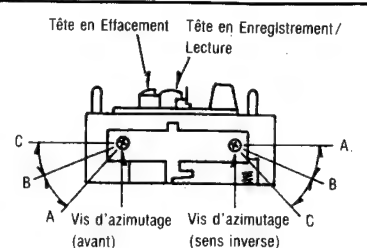

Fig. 3
2. Dans le mode de lecture avant, reproduire le signal de 8kHz de la bande étalon (QZZCFM). Régler la vis d'azimutage (Avant) indiquée dans la Fig. 3 pour obtenir les niveaux de sortie maximum pour les canaux gauche et droit.
3. Tourner la vis d'azimutage (Avant) indiquée dans la Fig. 3 pour obtenir les angles A et C (points où les niveaux de sortie de crête pour les canaux gauche et droit sont obtenus respectivement). Localiser ensuite l'angle B entre les angles A et C, autrement dit, en un point où les niveaux de sortie des canaux gauche et droit atteignent tous les deux leur maximum. (Voir les Fig. 3 et 4.)
6. Dans le mode de lecture avant, reproduire le signal de 8kHz de la bande étalon (QZZCFM). Régler la vis d'azimutage (Avant) indiquée dans la Fig. 3, de sorte que les aiguilles des deux voltmètres électroniques oscillent au maximum, et qu'on obtienne sur l'oscilloscope une forme d'onde semblable à celle indiquée dans la Fig. 6.